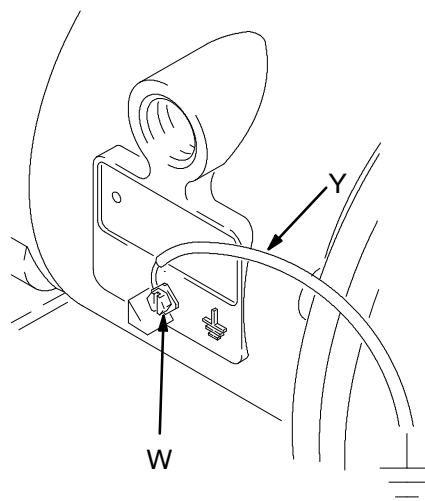

Fig. 1
Polipropileno e PVDF não são condutores. Ligar o fio terra ao terminal de aterramento liga à terra apenas o motor de ar. Quando bombear líquidos inflamáveis condutores, aterre **sempre** todo o sistema de líquidos assegurando que o líquido tem um caminho elétrico a uma ligação verdadeira à terra. Ver Fig. 1.
- **Bomba:** Ligue um fio terra e fixe-o como mostrado na Fig. 1. Afrouxe o parafuso de ligação à terra (W). Insira uma extremidade de 12 ga (1.5 mm²) no mínimo de fio terra (Y) atrás do parafuso de ligação à terra e aperte o parafuso de segurança. Ligar a outra extremidade do fio de ligação à terra a uma verdadeira ligação à terra. Encomendar Peça N.º 237569 Fio Terra e Grampo.